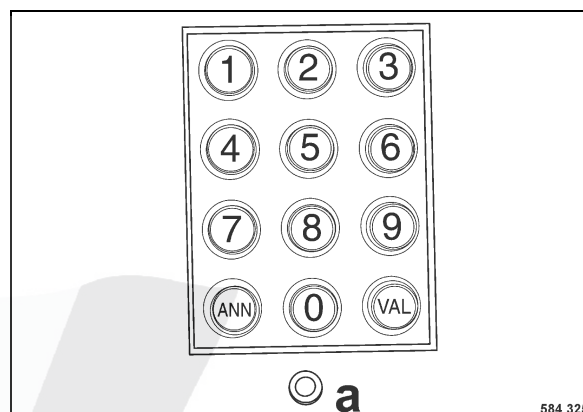

fig. 32
*Avec l'antivol désactivé, la diode lumineuse a (fig. 32) clignote en rouge à une fréquence lente.*